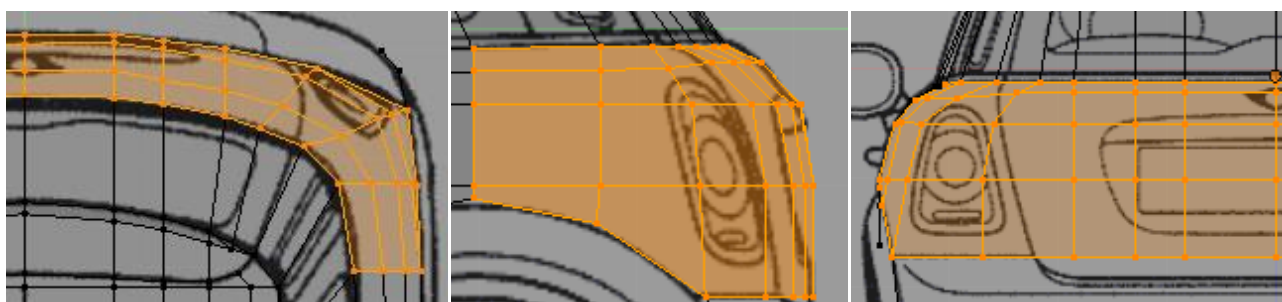

Figura 4.82
11. Reposicione os novos vértices e todos os restantes vértices da área traseira que considerar pertinente, adaptando-os às referências da imagem, figura 4.82.